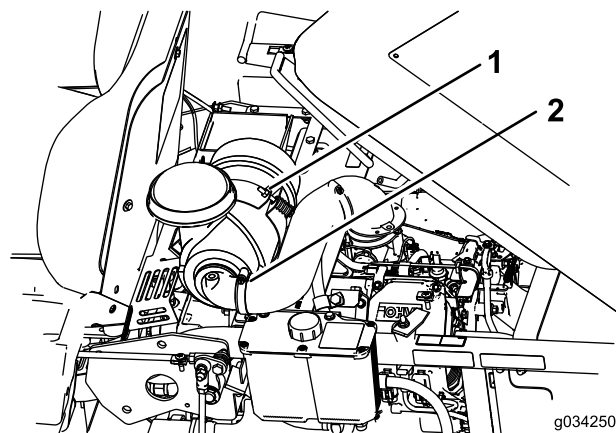

Figura 29
2. Afloje el perno que sujeta el limpiador de aire (Figura 29).
3. Afloje la abrazadera que sujeta la manguera y retire el limpiador de aire (Figura 29).